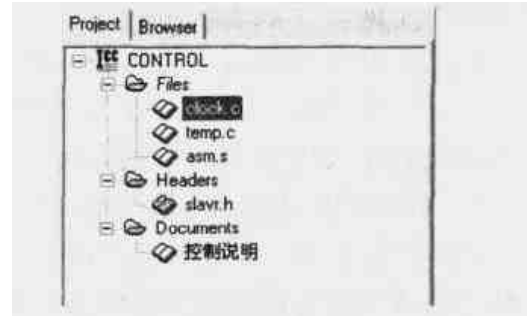

图 3.28 工程管理文档示意
(2) 由于在工程中并不能编辑源文件，因此必须新建或打开磁盘上已有的源文件，按照前面介绍的步骤，新建或打开一个源文件，一般情况下，应将新建或打开的源文件保存在与工程文件同一个文件夹中，或者工程文件所在文件夹的下一级文件夹中，如图 3.28 所示。
(3) 将源文件添加到工程中。要将当前活动的文件加入工程管理器的文件中，可以用“Project->Add Topmost Opened File”命令，也可以在编辑窗口中单击鼠标右键，选择弹出